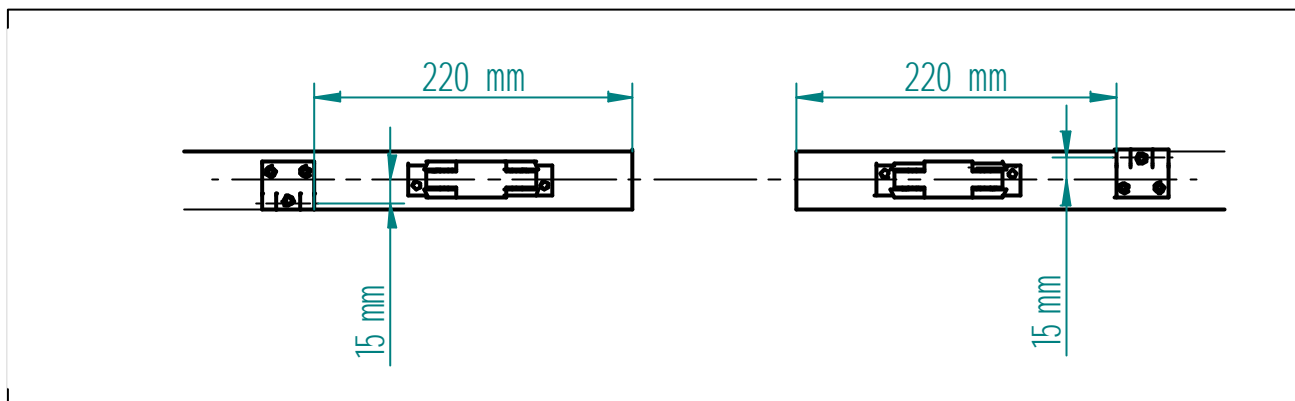

Figura 4
- Montare le squadrette (H) sui pannelli come indicato in figura 4.